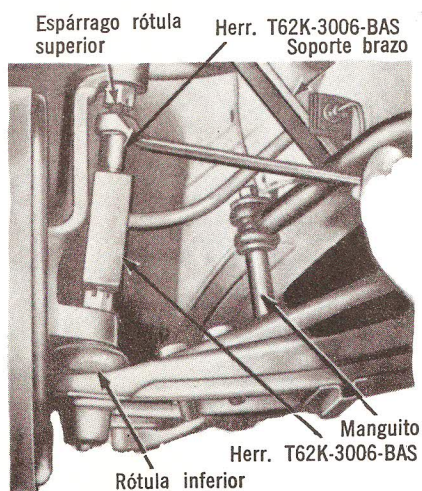

Fig. 2 — Aflojando los Espárragos de Rótula en el Eje de Rueda. Típico
4. Coloque la herramienta extractora de rótulas como se ilustra en la Fig. 2.
tra en la Fig. 2. La herramienta debe asentar firmemente contra los extremos de ambos espárragos y no contra la tuerca inferior. Puede ser necesario sacar la chaveta de la rótula inferior si impide que la herramienta asiente contra el espárrago inferior.